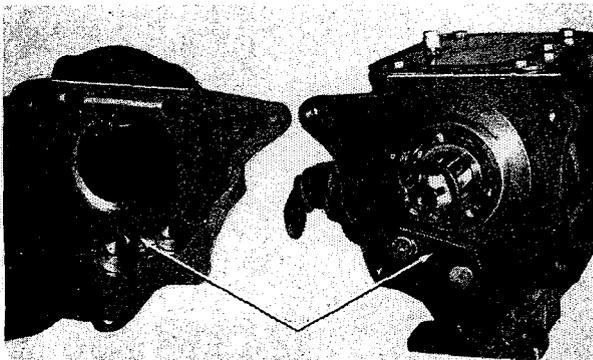

Fig. 147 Sicherungsplatte der Wellen
13. Entferne die Sicherungsplatte, Fig. 147, die sich in den in der Vorgelegewelle und der Rückwärtsgangradwelle eingefrästen Nuten befindet.